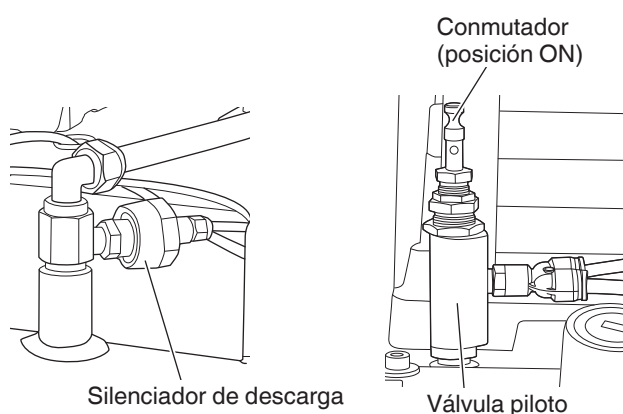
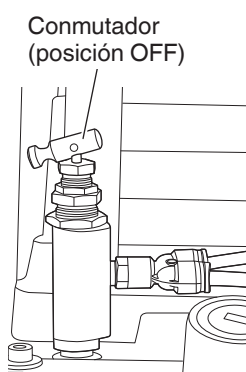

Fig. 6
Fig. 7
- B) Cuando el conmutador está en posición ON, se hace salir todo el aire del compresor a través del silenciador de descarga (Fig. 6). Este sistema ofrece una función de arranque simple. Para el funcionamiento normal, el conmutador se encuentra en la posición OFF (Fig. 7).